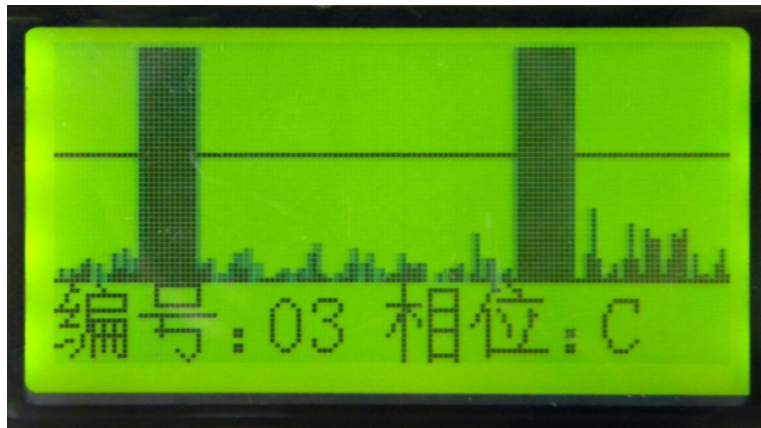

图 10 手持终端收到信号的演示图
首先开始倒计时 60 秒,查询信号,如果这段时间内收到了发送器发送的信号,则显示设备编号(指的是发送器的编号)和当前相别,并有声音提示。反之就提示没有检测到信号,直到检测到信号时,再一次显示设备编号和相别信息,如图 8,图 9。另外在有信号时,在 LCD 显示屏上有明显区别其他电网噪声的柱状信号图形,如图 10。
- (1) 相别信息指示：在 LCD 屏上有相应的文字信息。
- (2) 设备编号显示：如图 10。
如果手持终端收到了正确的电网调制信息，将显示发送器的设备编号信息。例如：手持终端显示的设备编号为 03，则说明手持终端所测试的线路在接有 03 号发送器主机的变台下，如图 10 所示。